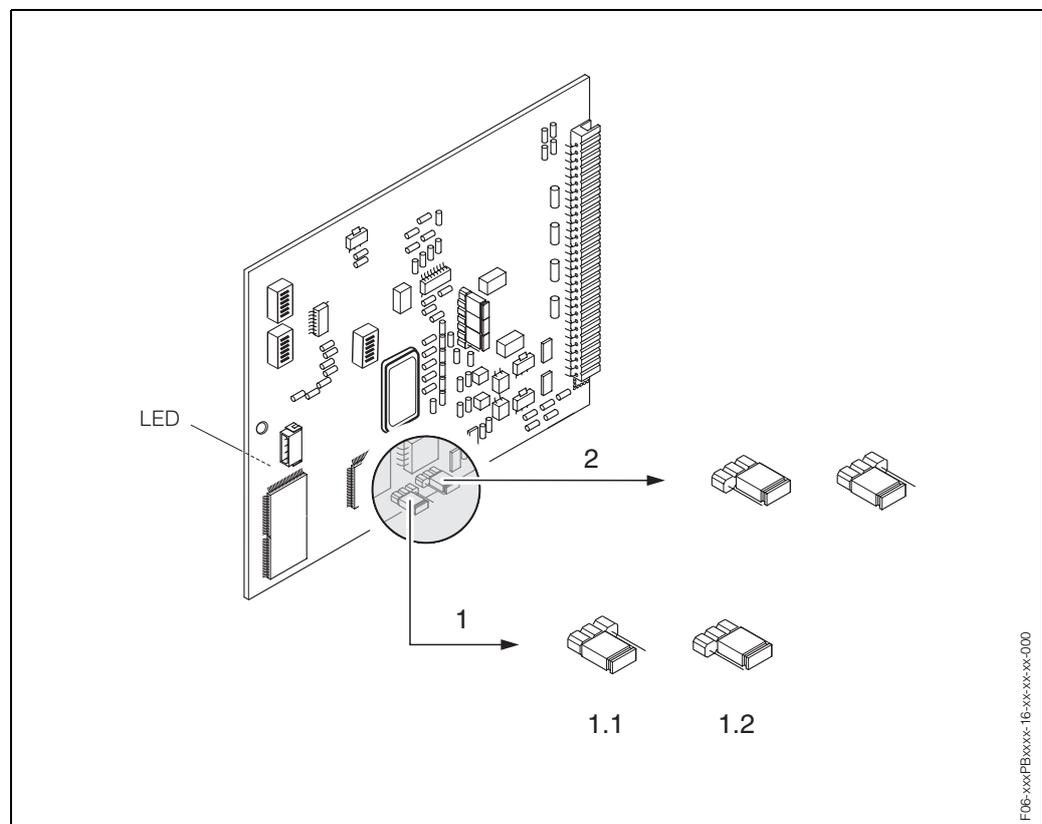

fig. 33: Réglages hardware (platine E/S)
3. Configurer la protection en écriture hardware à l'aide de ponts (fig. 33).